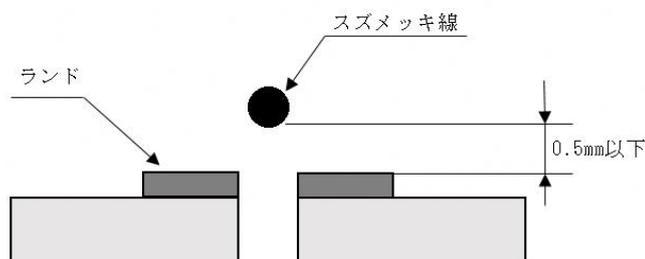

図13 配線浮き上がり限界
⑦以下の部品は、ピンまたはリードを折り曲げずに取付ける。
⑧スズメッキ線による配線
- ・配線は基板から浮き上がらないように直線的に行い、浮き上がりの許容差は図13に示すとおりとする。